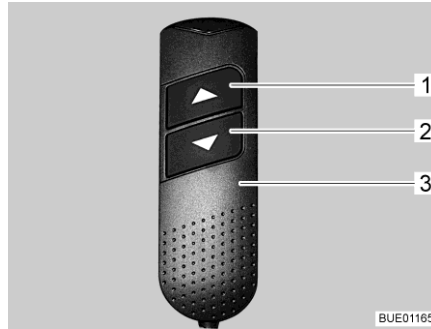

Fig. 114 Elemento di regolazione manuale
- Sull'elemento di regolazione manuale (Fig. 114,3) premere e tenere premuto il tasto "▼" (Fig. 114,2). La zona piedi rientra. Le zone testa vengono sollevate.
- Sull'elemento di regolazione manuale (Fig. 114,3) premere il tasto "▲" (Fig. 114,1) e tenerlo premuto. La zona piedi viene estratta. Le zone testa vengono abbassate.
- Sull'elemento di regolazione manuale (Fig. 114,3) premere i tasti "▼" (Fig. 114,2) o "▲" (Fig. 114,1) finché non viene raggiunta la posizione desiderata. Le zone testa restano nella posizione desiderata.